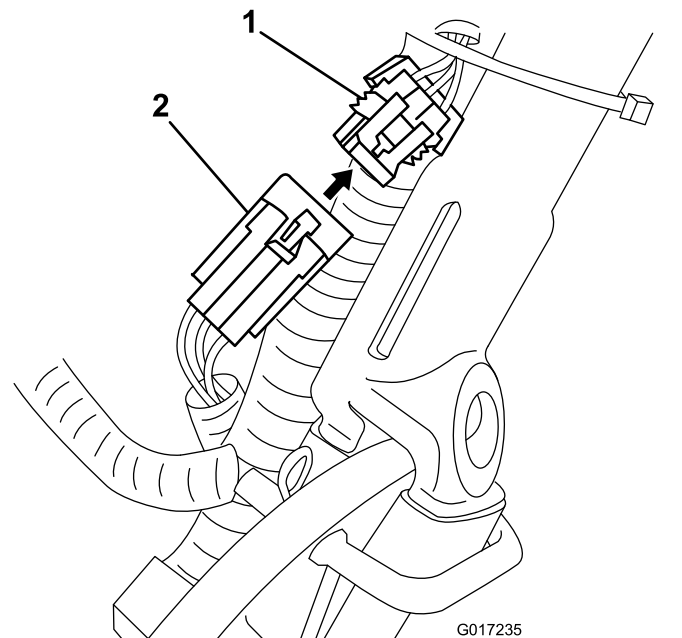

Figure 15
14. Faites passer le faisceau de câblage qui relie le bloc batterie à la machine sous et derrière le faisceau principal, sur le côté gauche de la machine, et branchez le petit connecteur à 6 broches du faisceau au connecteur correspondant sur le faisceau de câblage principal, comme montré à la Figure 15.